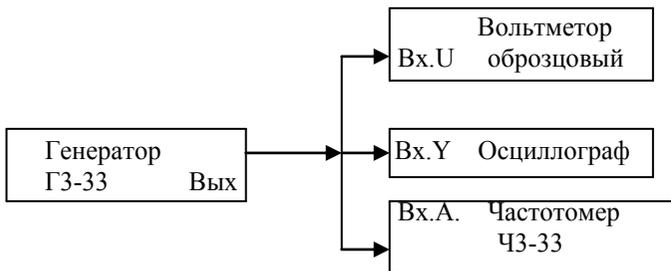

Рис.1.
- 7.2.1. Собрать схему установки (рис. 1).